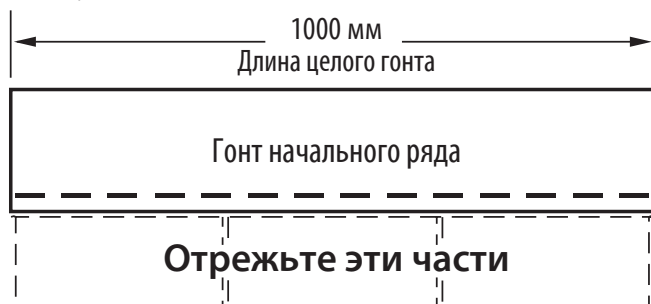

Рис. 10-13. Изготовьте гонты начального ряда, отрезав язычки.
1. Для укладки начального ряда используйте гонт SwiftStar или компании CertainTeed либо гонты, у которых отрезаны язычки (Рис. 10-13). Обратите внимание, что герметик на гонтах начальных рядов должен быть как можно ближе к краю карнизов крыши.
3. Продолжайте укладку начального ряда, монтируя целые гонты начального ряда вдоль карнизов (Рис. 10-13)
1. Для укладки начального ряда используйте гонт SwiftStar компании CertainTeed либо гонты, у которых отрезаны язычки (Рис. 10-13). Обратите внимание, что герметик на гонтах начальных рядов должен быть как можно ближе к краю карнизов крыши.